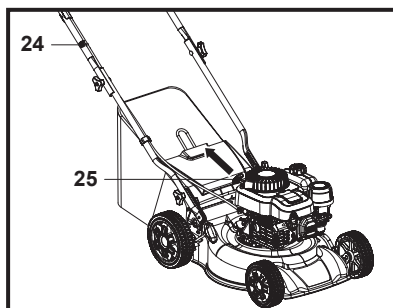

Rys. 10
1. Przed uruchomieniem silnika pociągnąć za dźwignię hamulca (2) i przytrzymać ją przy uchwycie (1). Podczas pracy trzymać w położeniu przyciśniętym (rys. 10).
2. Puścić dźwignię hamulca (2), aby zatrzymać silnik.
1. Pociągnąć za dźwignię hamulca (2) i przytrzymać przy uchwycie (1) (rys. 10).